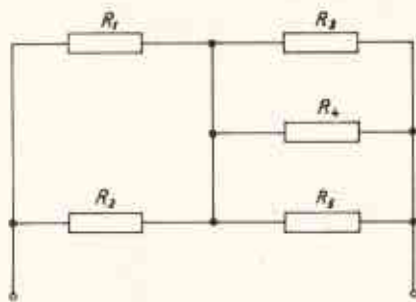

Abb. 2.11 – Schaltbild
10. Von nachstehender Widerstandsgruppenschaltung (Abb. 2.11) be-